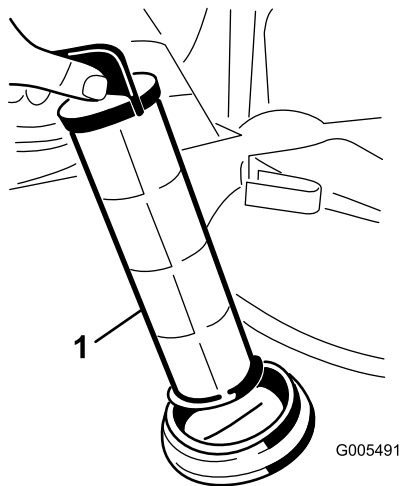

Figure 57
4. Sortez la crépine d'aspiration de l'orifice (Figure 57).